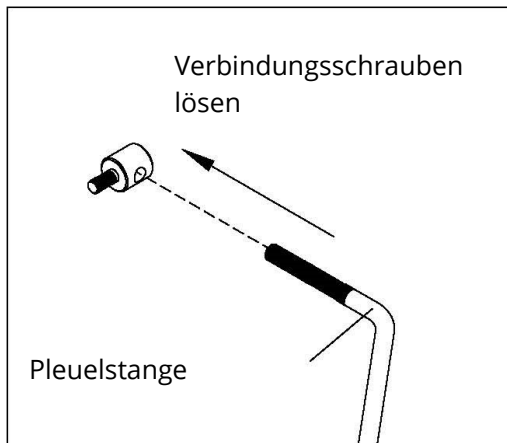
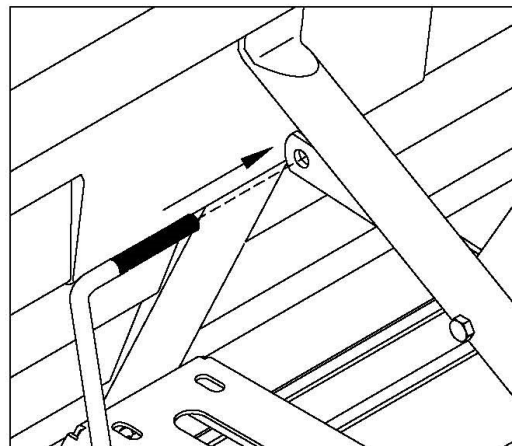

Figure 7
Figure 8
4. Lösen Sie eine Verbindungsschraube von der Pleuelstange. Siehe Abbildung 7. Befestigen Sie die Pleuelstange am Loch unter dem Durchflussregler und befestigen Sie sie mit der Verbindungsschraube. Siehe Abbildung 8. Montieren Sie die Verbindungsschraube am Ende der Pleuelstange am Beschlag des Eingangs. Mit einer M6-Nylon-Stopmmutter befestigen. Ziehen Sie die Muttern nicht zu fest an. Die Verbindungsschrauben müssen sich drehen können. Siehe Abbildungen 9 und 10.